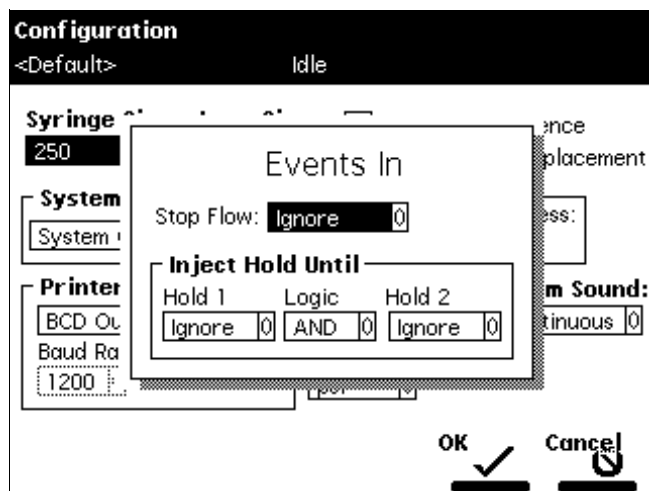

图 3-7 事件输入对话框
1. 按 **Events In** (事件输入) 屏幕键显示 Events In (事件输入) 对话框 (图 3-7)。